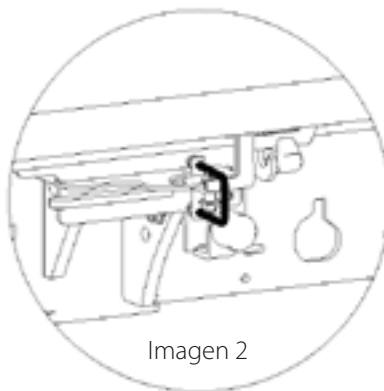

Imagen 2
- Antes de ponerse en marcha, hay que asegurarse de que la puerta trasera quede perfectamente fijada y bloqueada mediante las 2 abrazaderas de palanca (imagen 2).